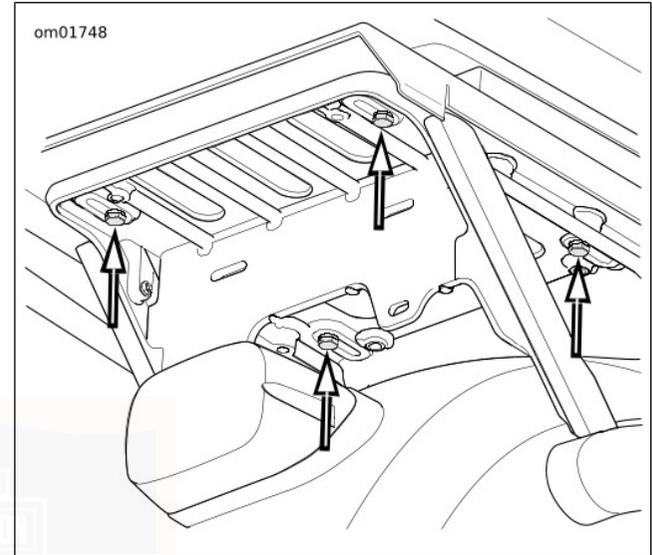

Abbildung 63. Tour-Pak-Halterungsschrauben (APC-Modelle)
1. Siehe Abbildung 63 . Die vier Schrauben entfernen, mit denen die Tour-Pak-Halterung am Träger befestigt ist.